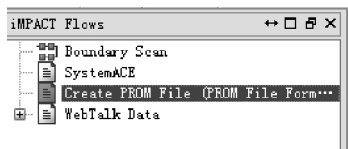

图 3.78 打开配置 PROM 文件界面选项
(3) 出现 Warning 窗口,单击 OK 按钮。
(4) 出现 Feedback Request 对话框窗口,单击 No 按钮。
(5) 如图 3.78 所示,在 iMPACT Flows 窗口下,选择 Create PROM File(PROM File Formatter)(创建 PROM 文件(PROM 文件格式器))选项,并双击该选项,打开生成 PROM 文件窗口界面。